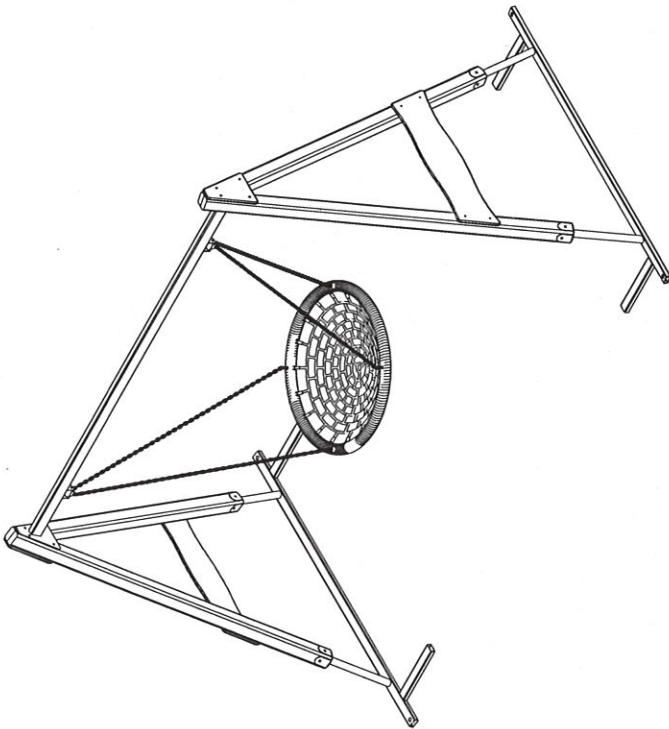

Рисунок 1 - Общий вид изделия
4.1 Изделие поставляется в сборе (см. рисунок 1).